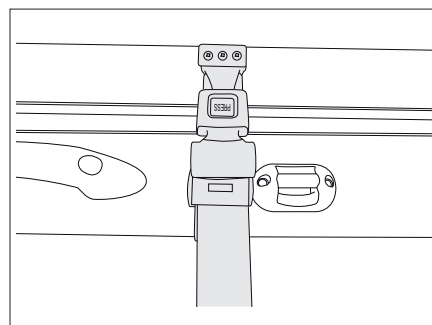

Fig. 102 Ceinture de sécurité du lit escamotable manuel
- Fixer le lit escamotable au toit avec la ceinture de sécurité (Fig. 102).